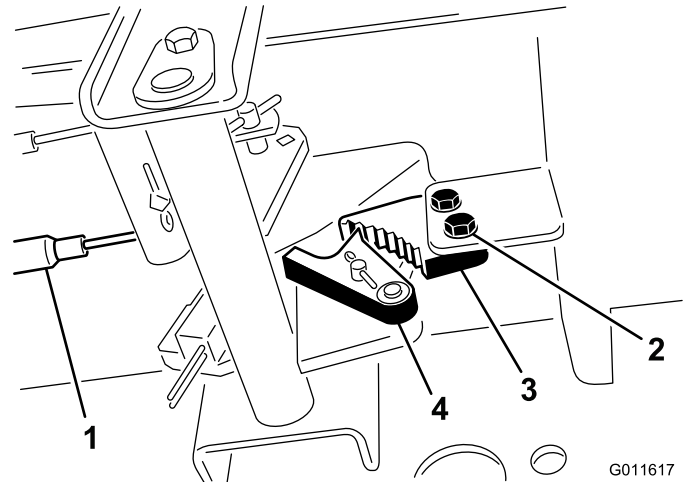

図 56
1. 駐車ブレーキのツメをフレームに固定しているネジ2本をゆるめる (図 56)。
2. ブレーキのツメが戻り止めに完全に掛かるまで駐車ブレーキペダルを前に踏み込む (図 56)。